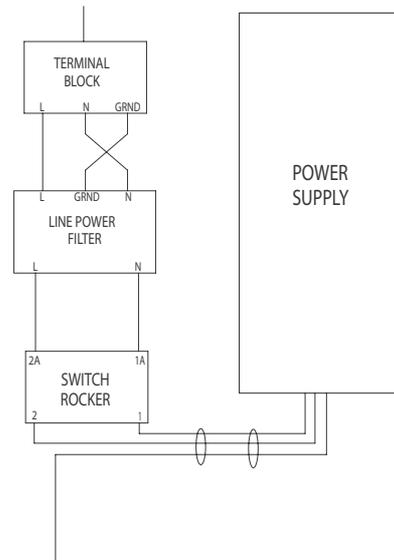

FIG. 10. Schéma électrique
2. Branchez le cordon électrique au bloc de dérivation comme indiqué sur la FIG. 10.